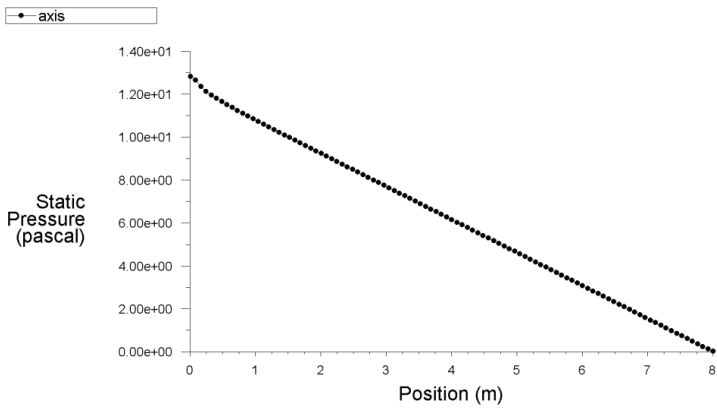

Рис. 1.72
- 3) Жмем кнопку Plot. В графическом окне будет показан требуемый график, рис. 1.72.